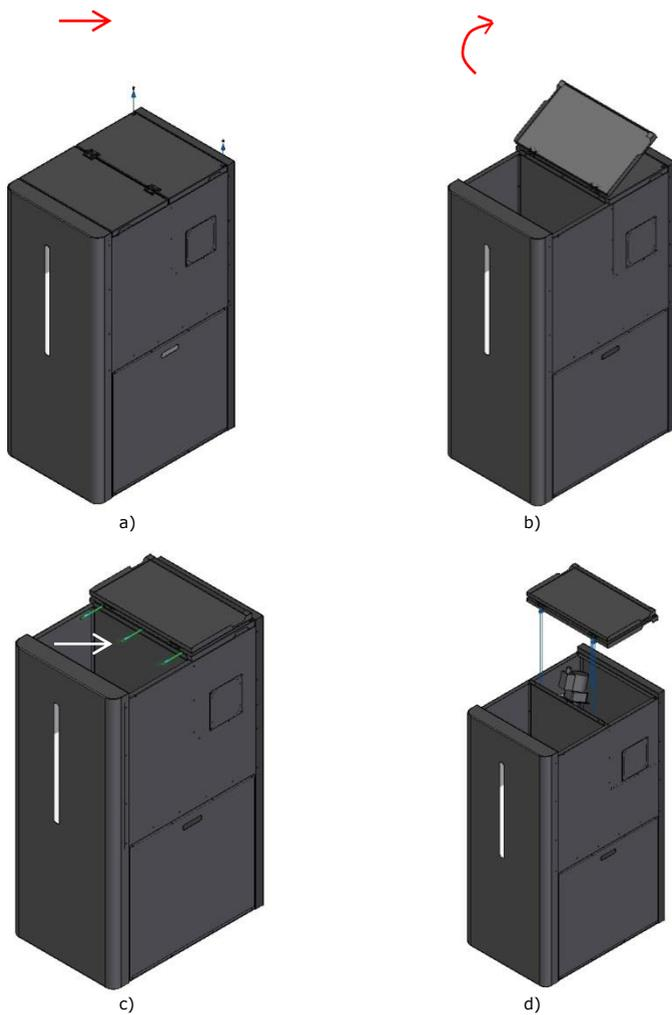

Figure 20 – Enlèvement des couvercles supérieurs
- 1 – Premièrement, enlevez les couvercles supérieurs. Pour cela, commencez par enlever les deux vis de fixation dans la zone postérieure (Figure 20-a). Ensuite, ouvrez le couvercle frontal et enlevez les 3 vis (Figure 20-c) qui fixent les couvercles.